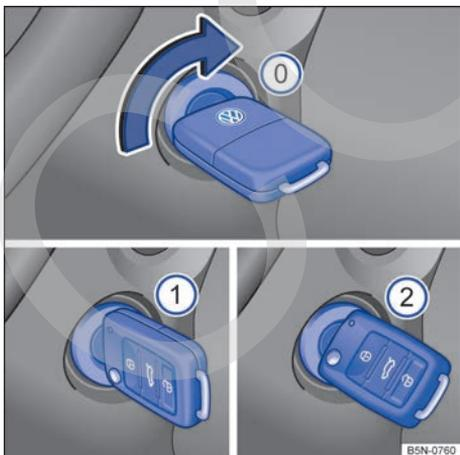

Fig. 85 Al lado del volante de la dirección, a la derecha: posiciones de la llave del vehículo en la cerradura de encendido.
Posiciones de la llave del vehículo → fig. 85
4.	Gire la llave del vehículo en la cerradura de encendido hasta la posición → fig. 85 ① para conectar el encendido. En ese momento la luz de control del sistema de arranque en caliente 🔌 se encenderá en el instrumento combinado.
6.	Gire la llave del vehículo en la cerradura de encendido hasta la posición → fig. 85 ② para poner en marcha el motor – sin acelerar. En caso de que no se respete la etapa 5, la luz de control 🔌 titilará indicando la necesidad de interrumpir el procedimiento de partida y repetirlo después de volver la llave a la posición → fig. 85 ① y esperar aproximadamente 10 segundos.
5.	Girar la llave del vehículo en la cerradura de encendido a la posición → fig. 85  .